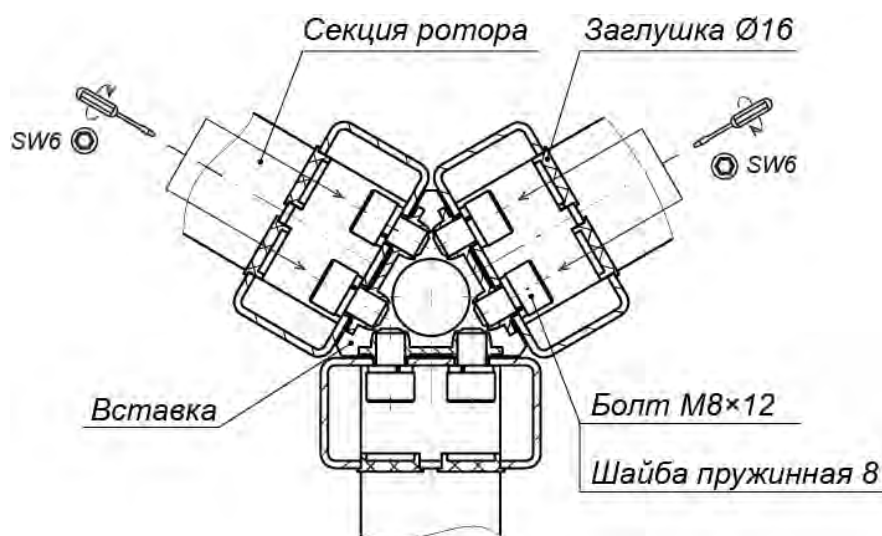

Рисунок 20. Схема соединения секций ротора (1)
- Последовательно закрепите на элементах крепления установленной секции ротора две оставшиеся секции, используя 4 болта M8×14 для верхних точек крепления и 20 болтов M8×12 (ключ SW6) для остальных точек крепления с пружинными шайбами (см. рис. 20). Для монтажа данных болтов рекомендуется использовать инструмент с возможностью фиксации в нем закручиваемого болта, к примеру, для ротора из стали – инструмент с магнитным наконечником (для ротора из нержавеющей стали применены болты также из нержавеющей стали, поэтому для этой цели нужно использовать липкую ленту, намотанную на наконечник, или подходящий пластичный материал).
- Проверьте вертикальность положения ротора с помощью уровня. При необходимости устранили отклонение от вертикальности путем смещения балки привода (8) в пределах допуска монтажных отверстий под шпильки и болты. Окончательно затяните болты и гайки крепления балки привода.